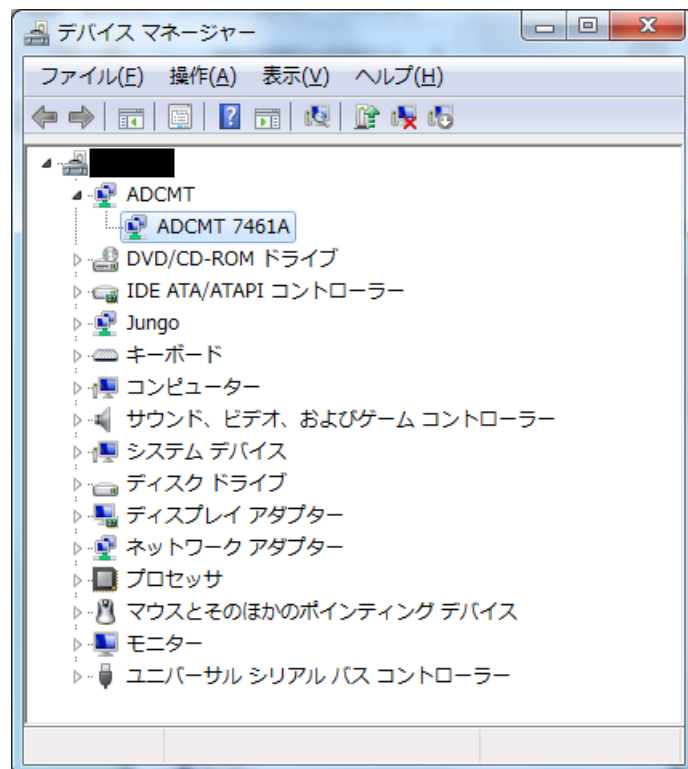

図 1-8
- ① デバイス・マネージャで設定されたドライバの確認を行います。ADCMT の下に接続した測定器が表示されます。(図 1-8)